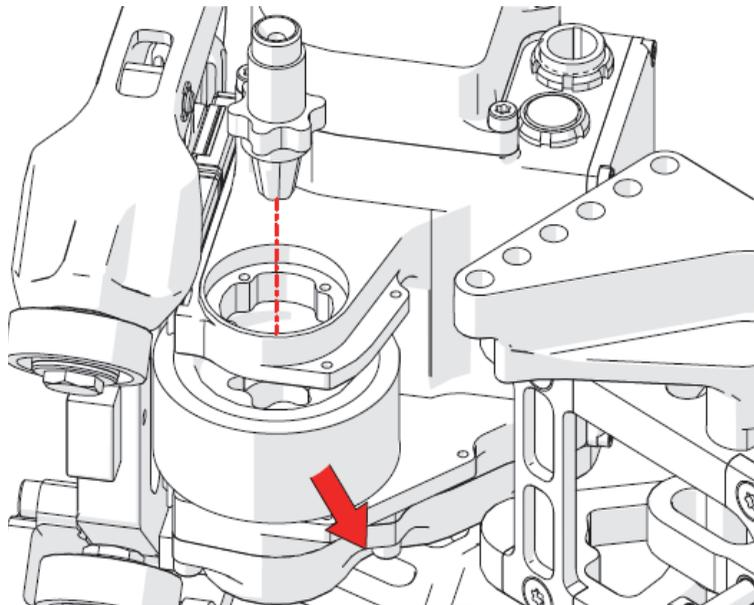

Figura 2-22 Extracción del eje y de la rueda
24. Retire el eje de la rueda de conducción que atraviesa el brazo axial (ver Figura 2-22 en la página 103).
25. Retire la rueda de conducción desgastada (ver Figura 2-22 en la página 103).